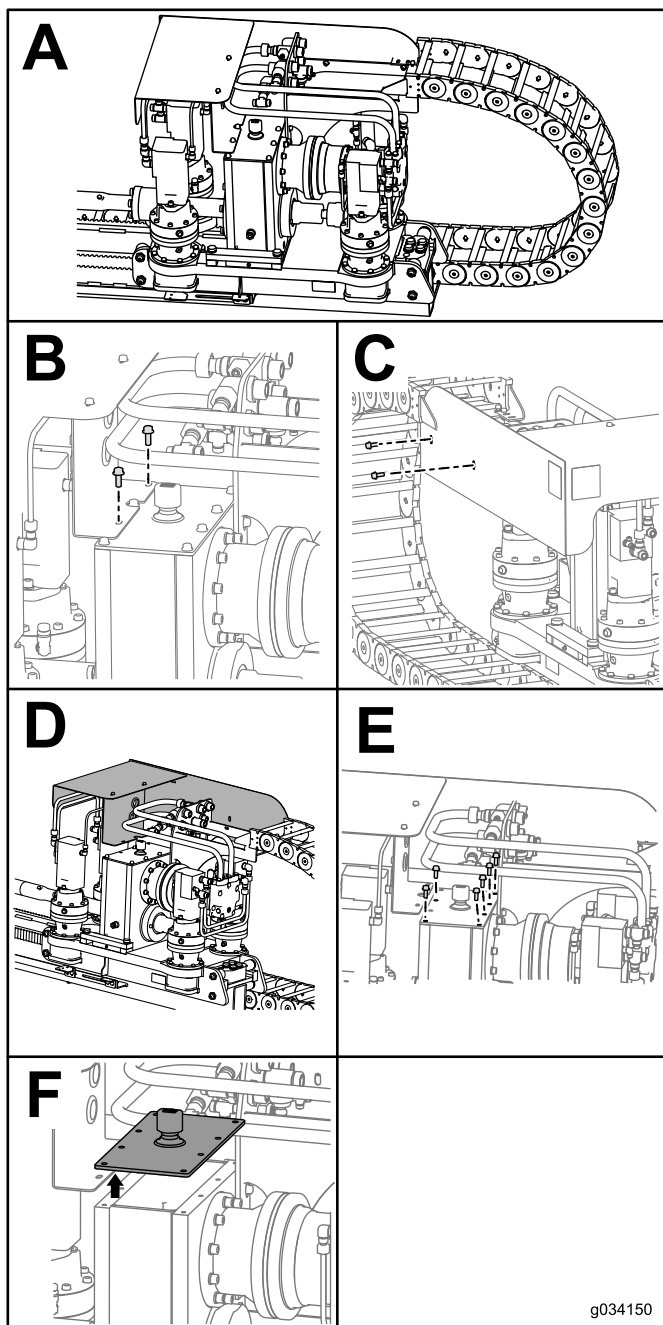

Bild 107
3. Entfernen Sie die zwei Schrauben und Muttern an der Schutzvorrichtung des Fahrgestells (Abschnitt B in Bild 107).
4. Entfernen Sie die zwei Schrauben und Muttern an der Seite der Schutzvorrichtung des Fahrgestells (Abschnitt C in Bild 107).
5. Schieben Sie die Schutzvorrichtung des Fahrgestells nach vorne (Abschnitt D in Bild 107).
6. Entfernen Sie die sechs Schrauben am Getriebe (Abschnitt E in Bild 107).
7. Entfernen Sie die Abdeckung am Getriebe und saugen das Öl ab (Abschnitt F in Bild 107).
11. Schieben Sie die Abdeckung wieder auf das Getriebe und setzen Sie die sechs Schrauben lose ein (Abschnitt E in Bild 107).
12. Setzen Sie die Abdeckung des Fahrgestells wieder auf und setzen die zwei Schrauben lose ein (Abschnitt C in Bild 107).
13. Setzen Sie die zwei Schrauben ein, mit denen die Abdeckung des Fahrgestells am Getriebe befestigt ist (Abschnitt B in Bild 107).